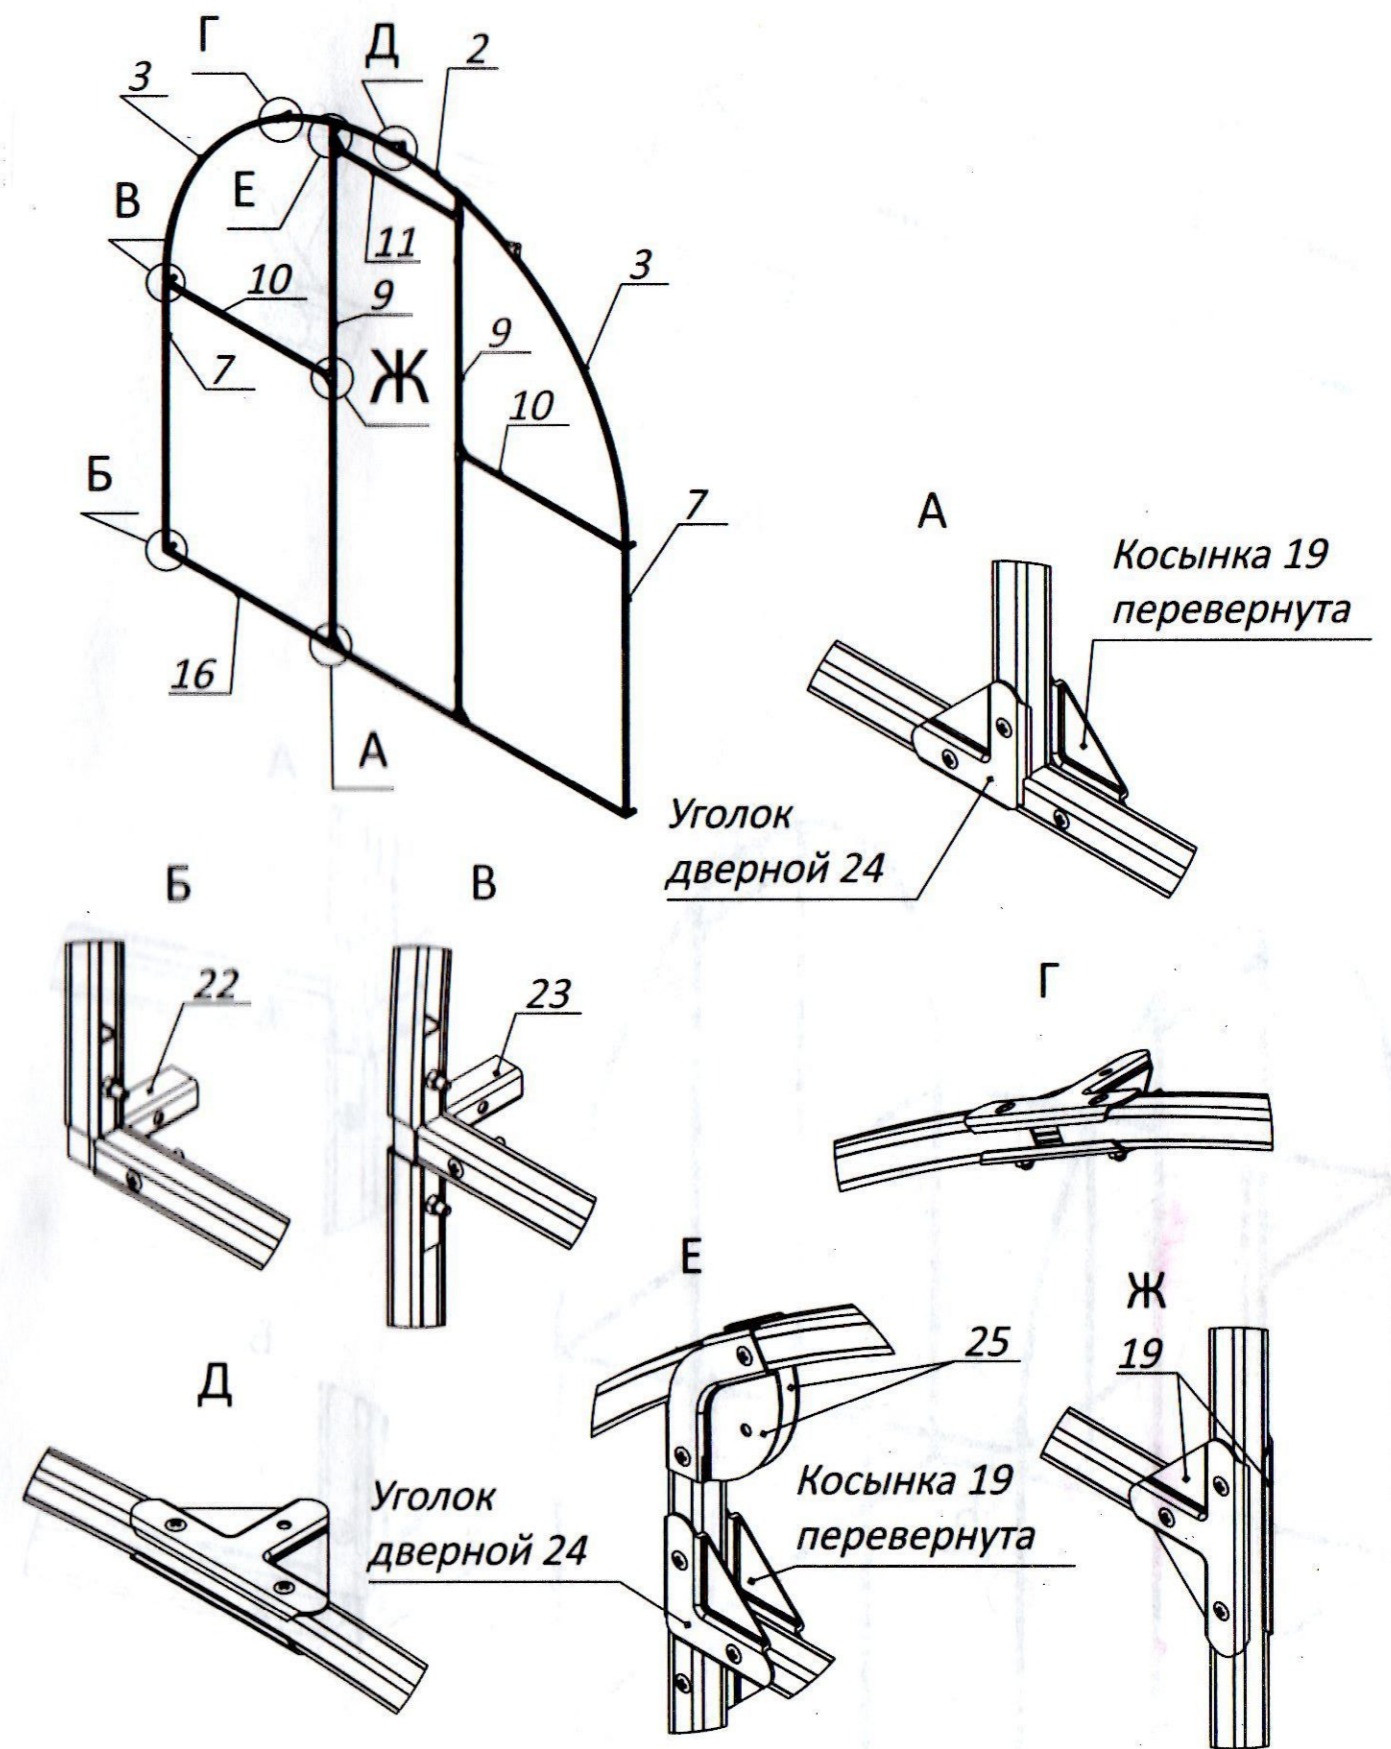

Рис. 1
5.1 Сборку каркаса следует начинать со сборки торцов (рис. 1). Каркас теплицы собирается при помощи винтов М5х30, винты М4х30 предназначены для навески дверей и форточек.